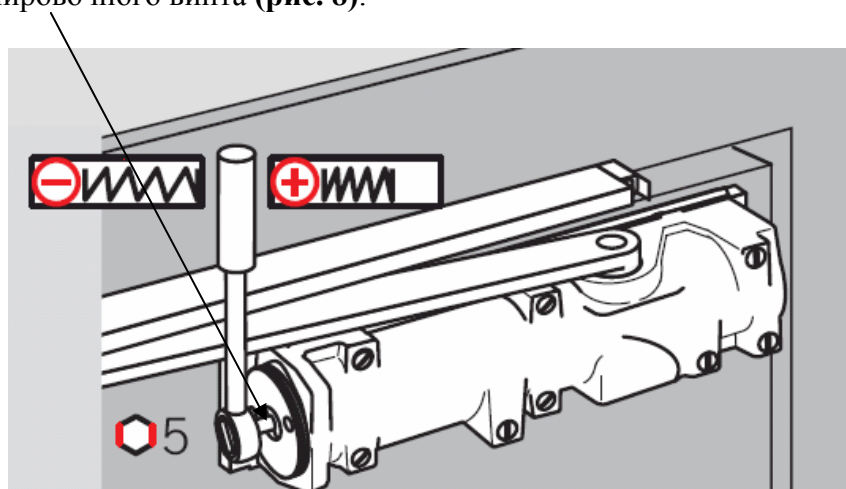

Рис. 8. Регулировка усилия доводчика DORMA TS93.
Регулировка усилия доводчика осуществляется предварительным сжатием пружины с помощью регулировочного винта (рис. 8).
6. С помощью винта на **рис. 8**, установите необходимое усилие закрывания двери.